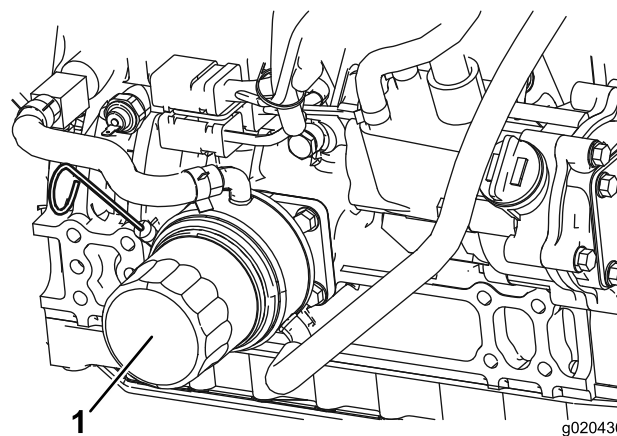

図 50
2. オイルフィルタ 図 50 を外す。新しいフィルタのシールに薄くエンジンオイルを塗って取り付ける。締めすぎないように注意すること。